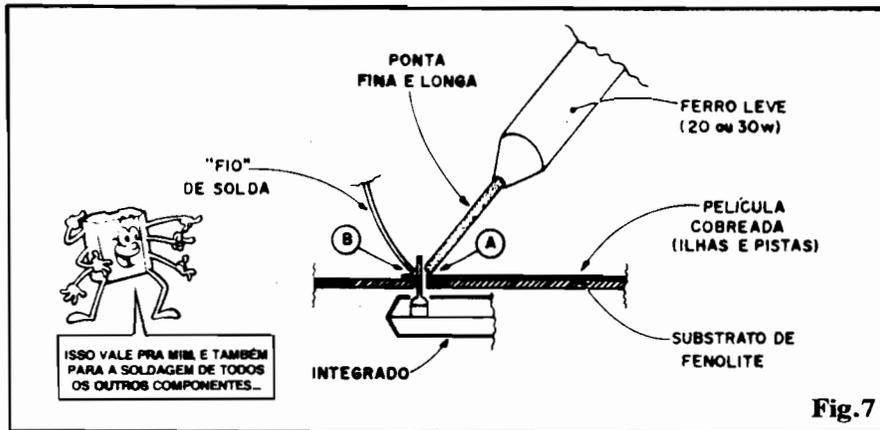

Fig.7
- **FIG. 7 - OS CUIDADOS E PROCEDIMENTOS ELEMENTARES** - Enfatizando os cuidados prévios e os "durantes" que devem ser tomados com respeito às soldagens, vamos, à vista da figura, relembrar passo-a-passo as etapas de uma soldagem perfeita:
pre numa forma esférica quase perfeita...) envolve bem o terminal, mas **não toca** na respectiva ilha... Obviamente que a ligação está IMPERFEITA, já que não há contato elétrico sólido entre terminal e ilha! As causas desse resultado são: ilha "fria" (a ponta do ferro **não foi** devidamente "encostada" **também** nela...) ou ilha **suja** (a solda "recusou-se a pegar" no cobre, tendo se agregado bem apenas ao terminal...). Um ponto de solda com tal aparência **tem** que ser refeito: suga-se a solda do terminal, limpa-se tudo e recomeça-se tudo, com um perfeito aquecimento da junção e todas as demais providências relatadas em anexo à fig. 7 já vista.
- B - A solda aparentemente faz contato com o terminal e a ilha, mas está toda "encarocada", angulosa, sem brilho... Muito provavelmente a conexão elétrica estará PREJUDICADA "por dentro"... As causas são: solda "fria" (foi breve demais a aplicação do calor da ponta do ferro) ou a própria ponta do ferro estava **suja** (esta deve ser raspada e estanhada antes de **cada** sessão de soldagem...). Conserta-se a falha também "sugando" tudo e refazendo a junção, com atenção aos conselhos já dados junto à fig. 7...